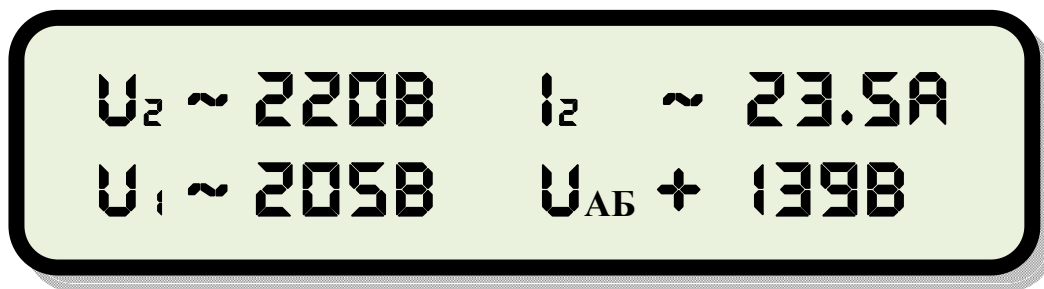
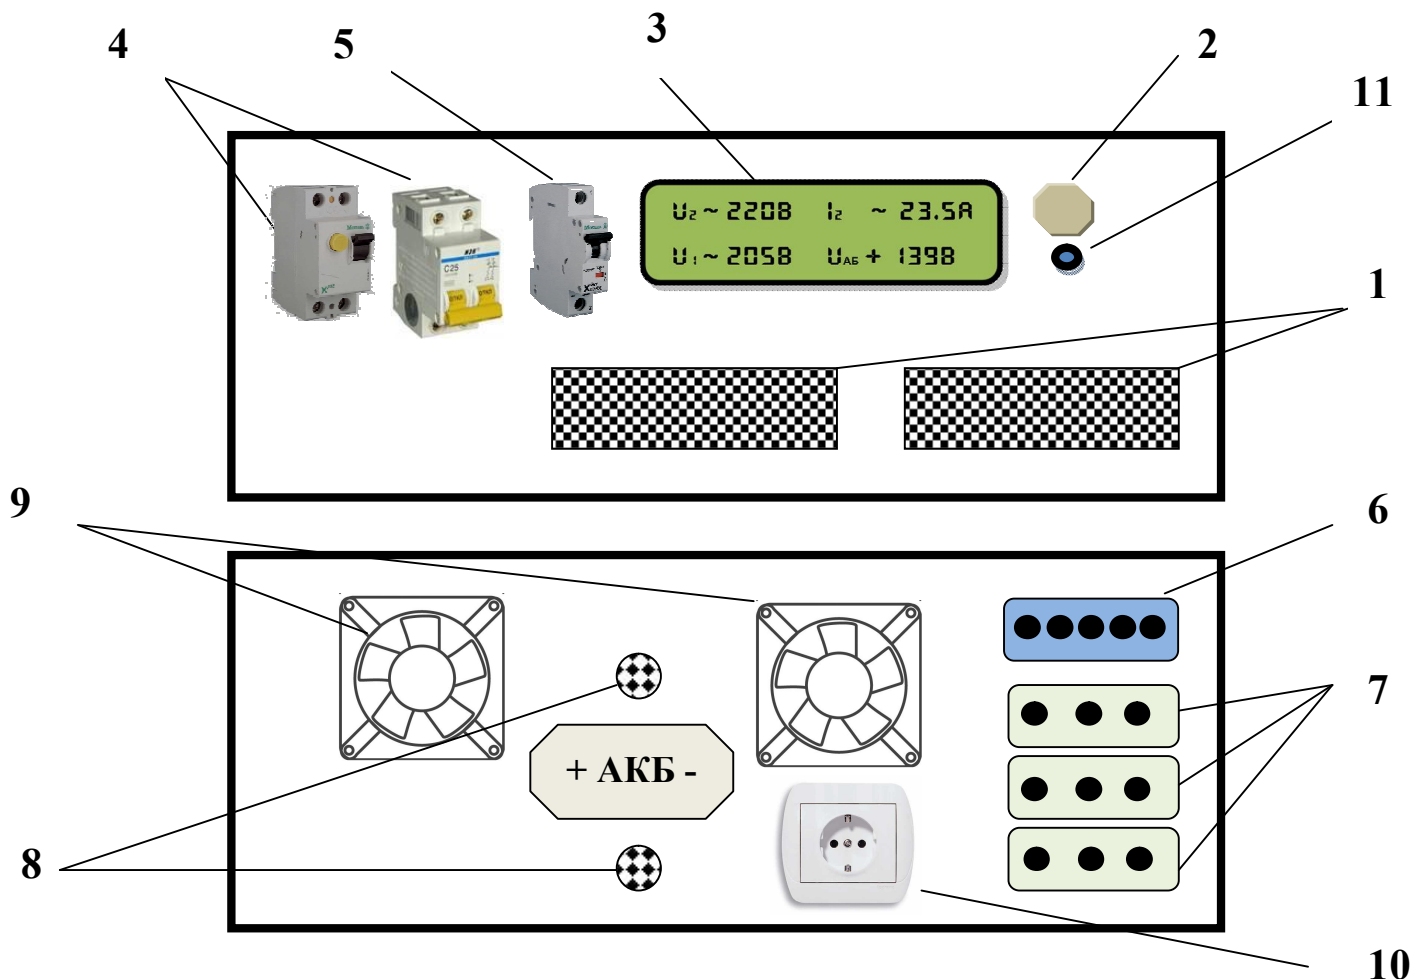

Рис.1. Индикатор на передней панели ИБП, где:
Рис.2. Передняя и задняя панель ИБП, где:
- 7.3. На передней панели прибора (см. рис.2) расположена кнопка управления работой ИБП, индикатор готовности, входной и выходной автоматы, автомат постоянного тока для коммутации аккумуляторных батарей, воздухозаборные отверстия, а также большой жидкокристаллический дисплей (см.рис.1).
- 7.1. На задней панели прибора (см. рис. 2) расположены:
- 9.5. Подключите источник постоянного тока 120В путем включения автомата постоянного тока (DC типа) на передней панели ИБП (см. рис.2). ИБП автоматически начнет контролировать состояние аккумуляторных батарей и начнет и заряд или перейдет в режим поддержание аккумуляторных батарей в заряженном состоянии.
- 10.2. Подключите источник постоянного тока 120В путем включения автомата постоянного тока (DC типа) на передней панели ИБП (см. рис.2).
- 13.2. Для подключения проверочной нагрузки используйте розетку на задней панели ИБП (см. рис. 2). В качестве проверочной нагрузки используйте любую активную нагрузку мощностью до 2 кВа (1,2 кВт), к примеру, лампы накаливания. К клеммным колодкам (см. рис. 2), отвечающим за подключения нагрузки, ничего не подключайте. Все автоматы должны находиться в положении ВЫКЛ.
- 13.7. Нажмите кнопку запуска ИБП на передней панели (см. рис. 2).